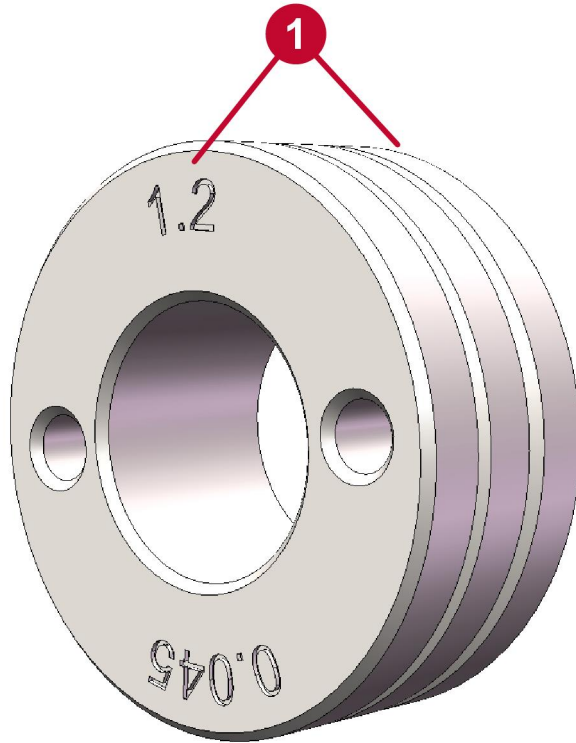

Figura 17. Los rodillos de alimentación de alambre se ofrecen en varios tamaños
1. Instale los dos nuevos rodillos impulsores (ambos con el mismo número de pieza, y en la misma y correcta orientación de surco). Verifique que la ranura de tamaño adecuado esté orientada hacia el **interior** (consulte la Figura 17).